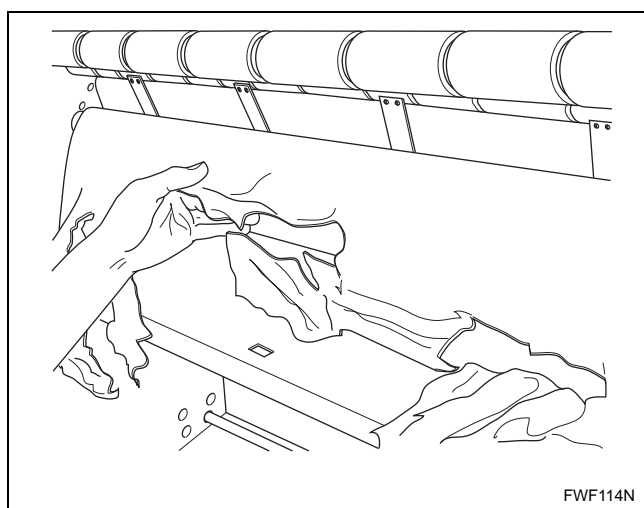

Figura 13
d. Guie o papel de proteção para fora da máquina. Consulte *Figura 13*.